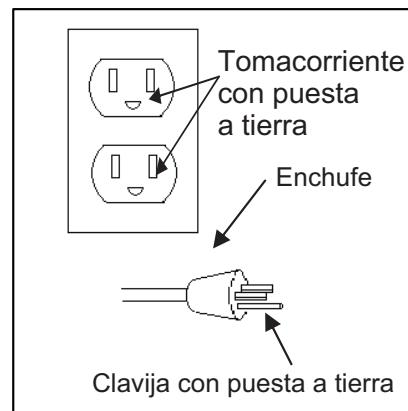

Figura 1
J. CABLE DE ALIMENTACIÓN: Este producto está diseñado para usarse en un circuito nominal de 120 voltios y debe contar con una puesta a tierra. Se debe usar un cable con un enchufe con puesta a tierra tal como se muestra. Asegúrese de que el producto esté conectado a un tomacorriente que tenga la misma configuración que el enchufe (consulte la Figura 1). No debe utilizarse ningún adaptador con este producto.